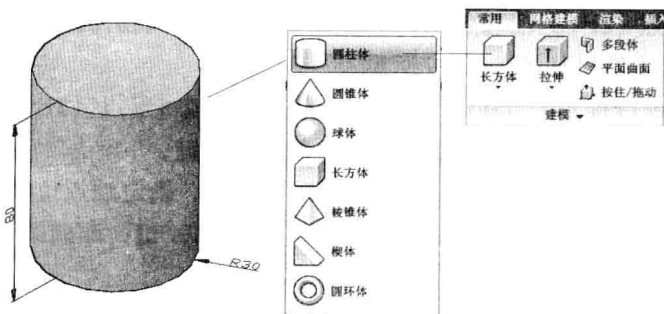

图 8-2-5
(1) 在“建模”面板中单击向下三角形按钮▼，在弹出的列表中选择“圆柱体”按钮, 命令行提示“指定底面的中心点或 [三点(3P)/ 两点(2P)/ 切点、切点、半径(T)/ 椭圆(E)]”，在视图中单击，确定中心点位置。
(2) 命令行提示“指定底面半径或 [直径(D)] <66.4484>”，输入“30”，按 Enter 键。
(3) 命令行提示“指定高度或 [两点(2P)/轴端点(A)] <0.0000>”, 输入“80”, 按 Enter 键。创建的圆柱体效果如图 8-2-5 所示。
(4) 单击“圆柱体”按钮 , 命令行提示“指定底面的中心点或 [三点(3P)/ 两点(2P)/切点、切点、半径(T)/ 椭圆(E)]”, 输入“e”, 按 Enter 键。
(5) 命令行提示“指定第一个轴的端点或 [中心(C)]”, 单击一点, 确定端点位置。
(6) 命令行提示“指定第一个轴的其他端点”, 输入“@30, 0”, 按 Enter 键, 即确定椭圆一个轴的长度为 30。
(7) 命令行提示“指定第二个轴的端点”, 输入“60”, 按 Enter 键, 即确定椭圆另一个轴的半长为 60。